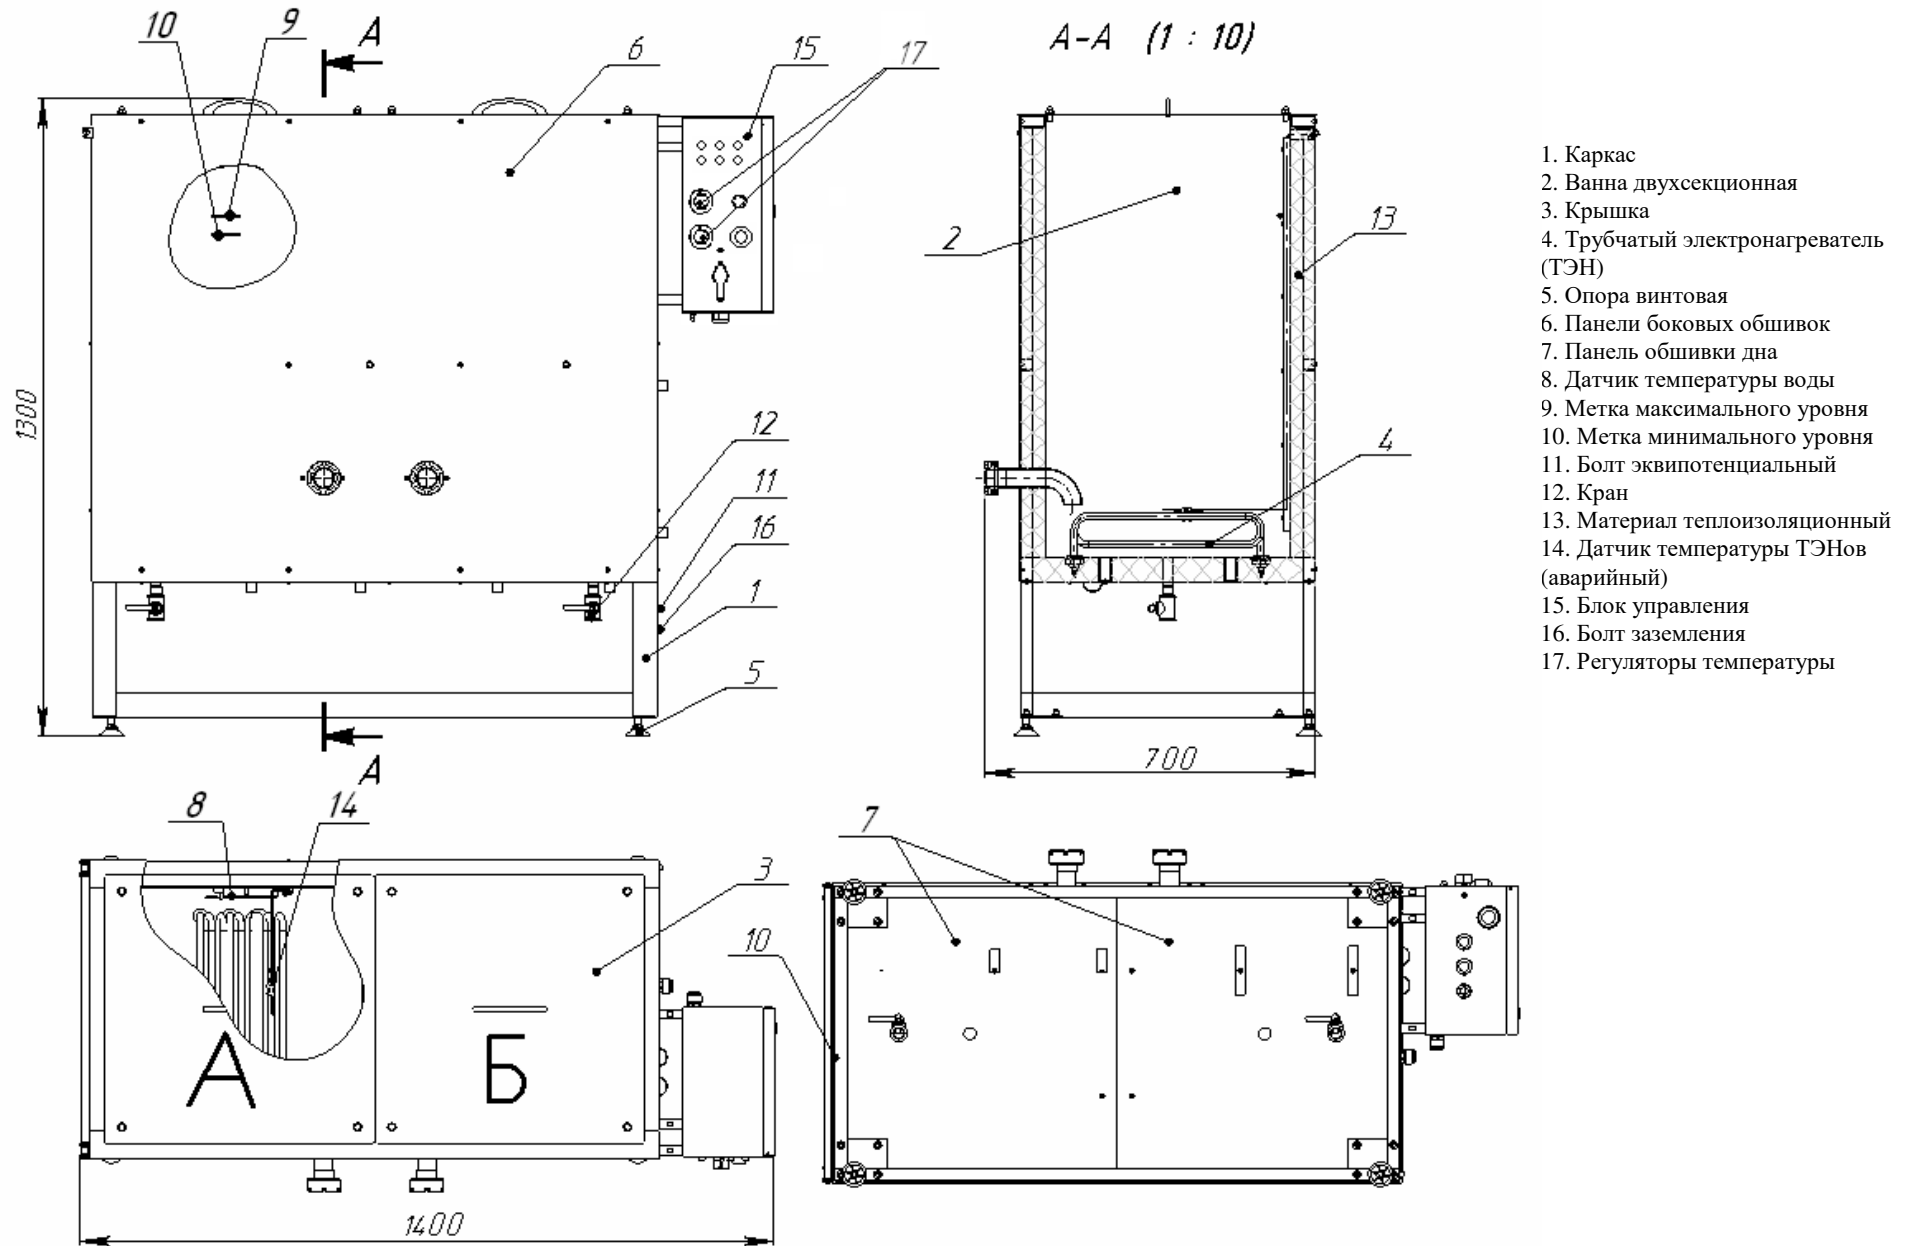

Рисунок 1. Бланширователь ИПКС-073-02-200/2(Н)
6.4 Установить блок управления на каркасе. Для обеспечения надежного заземления блока управления и бланширователя необходимо соединить болт заземления блока управления и болт заземления 16 (рисунок 1) бланширователя с цеховым контуром заземления гибким, медным, оголенным проводом сечением не менее 10 мм² и защитить места соединения от коррозии смазкой ЦИАТИМ-201 ГОСТ 6267-74.